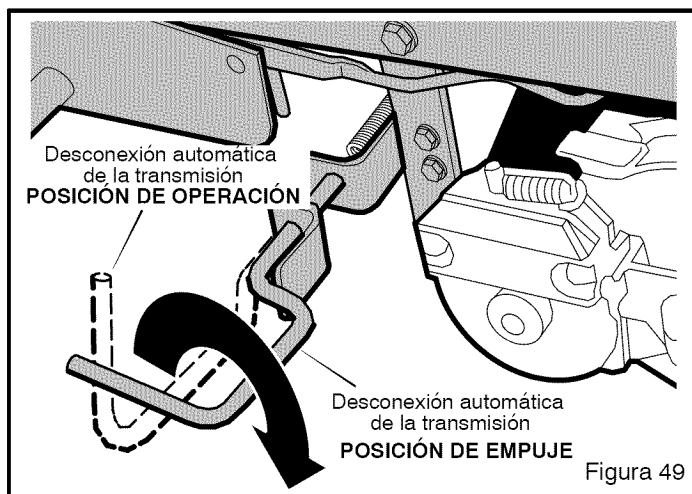

Figura 49
Para empujar la unidad, use la **desconexión automática** para desactivar la transmisión. (Figura 49)
3. Para desenganchar la transmisión y mover la unidad, jale y gire la **desconexión automática de la transmisión** y asegure la **desconexión automática de la transmisión** en la posición de EMPUJE (Figura 49). La transmisión está ahora *desactivada* y se puede empujar la unidad.
1. La **desconexión automática de la transmisión** debe estar en la posición de OPERACIÓN (Figura 49).